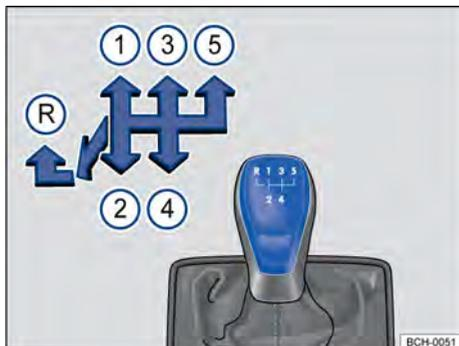

Fig. 92 Esquema de la transmisión manual de 5 marchas.
Las posiciones de cada una de las marcha están representadas en la palanca de cambios → **fig. 92**.
- Empujar la palanca de cambios totalmente hacia la izquierda y después hacia adelante hasta la posición de la marcha atrás → **fig. 92** **®**.